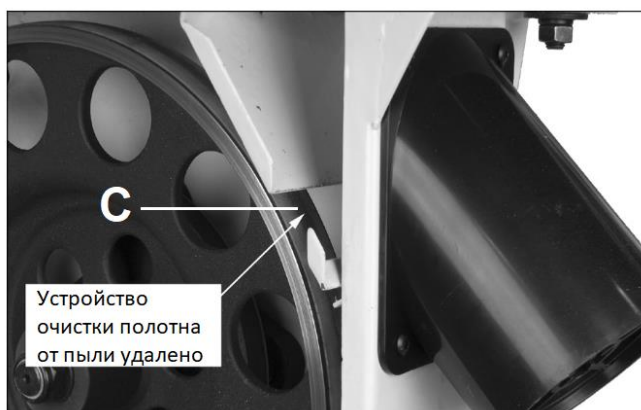

Рис. 5
- Снимите устройство очистки полотна от пыли (С, Рис. 5).